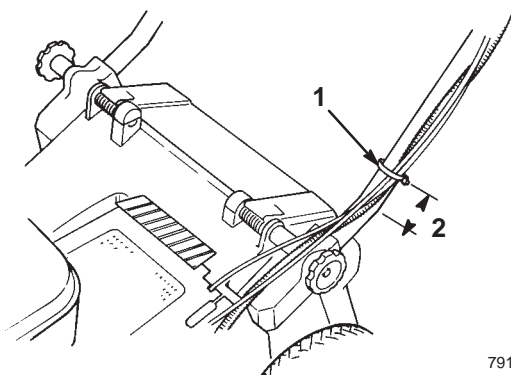

Figure 4
6. Attachez les câbles au côté inférieur du tube gauche avec un serre-câble (Fig. 4). Placez le serre-câble à 25 mm du coude du mancheron, comme indiqué à la Figure 4.